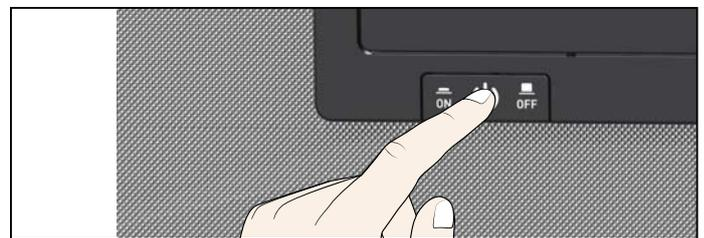

Abb. 25 Gerät ausschalten
4. Gerät am Hauptschalter ausschalten (Abb. 25).